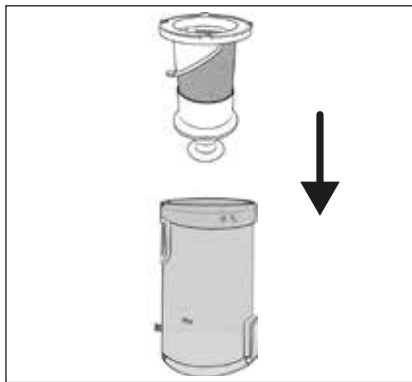

Fig. 21
- 6) Introduceți filtrul din oțel inoxidabil ⑥ în recipientul de praf ⑦ și împingeți-l până la capăt (a se vedea fig. 21). Acordați atenție dispozitivelor de blocare de dimensiuni diferite de la filtrul din oțel inoxidabil ⑥. Filtrul din oțel inoxidabil ⑥ poate fi introdus într-o singură poziție în recipientul de praf ⑦ datorită acestor dispozitive de blocare.